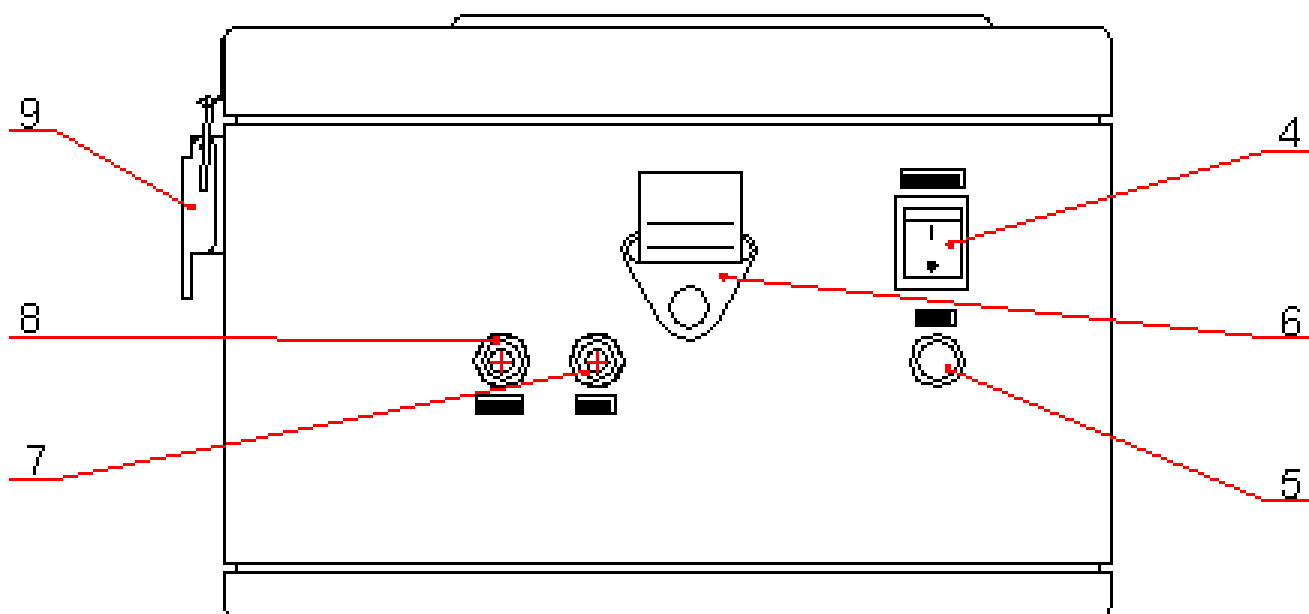

Рисунок 2 - Боковая стенка термостата ТП-1
3.2 На боковой стенке термостата (см. рисунок 2) имеются два отверстия ВХОД и ВЫХОД для прохода трубок от зонда отбора проб или других вспомогательных приборов к ГАНК-4.